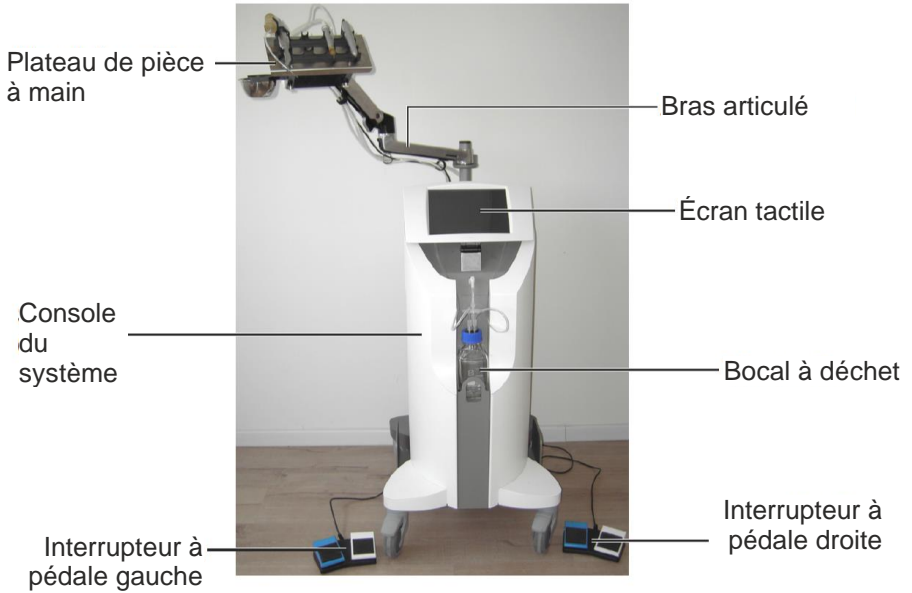

Figure 4-1. Composants du système (à l'avant)
- Figure 4-1. Composants du système (avant)
La console du système, comme illustré à la Figure 4-1, est l'enceinte principale qui supporte et contient tous les composants externes et internes du système.
L'écran tactile, comme illustré à la Figure 4-1, est le principal moyen de communication entre l'utilisateur et le système.